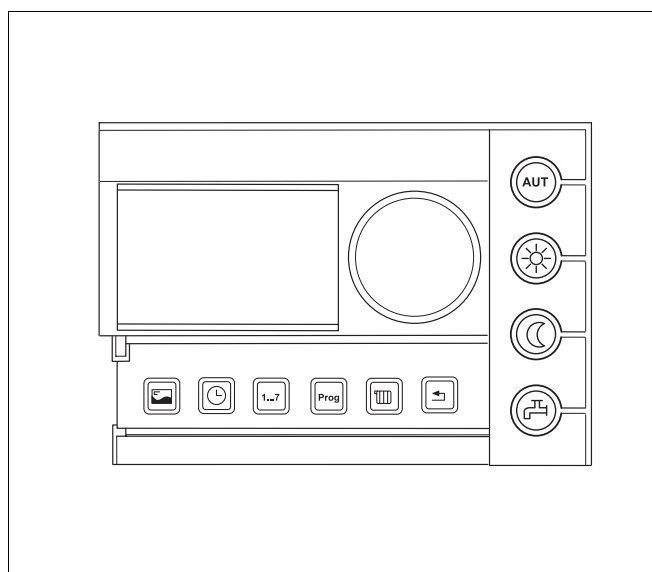

Fig. 7 Unità di servizio RC30 (con sportellino aperto)
- Effettuare le regolazioni sull'unità di servizio RC30 (fig. 7). Si consiglia di verificare o impostare quanto segue: